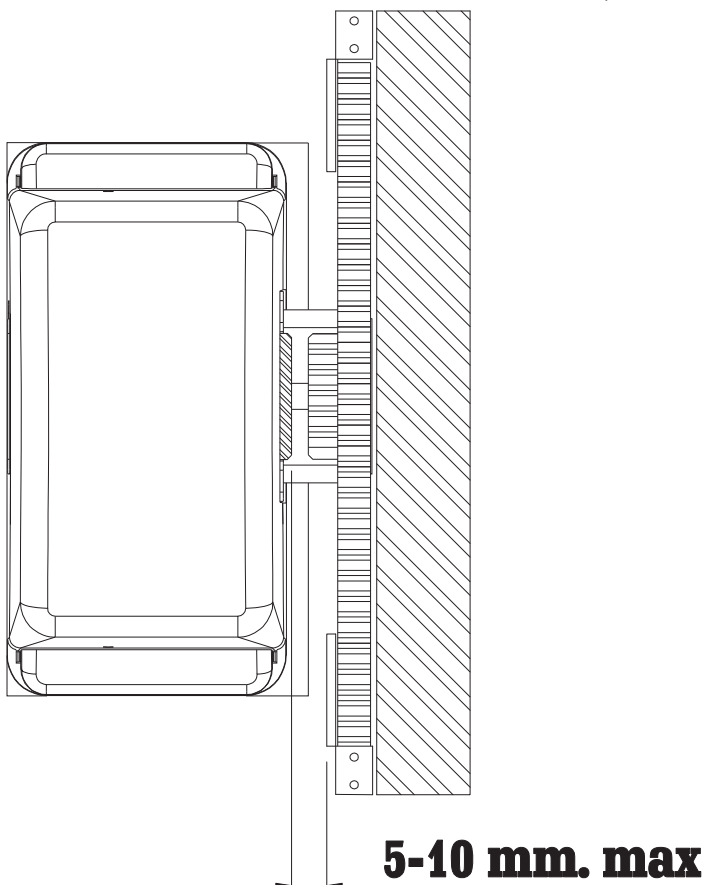

Fig. 11 - Abb. 11
- Bij de FCEVO dient u erop te letten dat elke beugel met de magneten zich dicht genoeg bij de elektronische eindschakelaar bevindt om het stoppen van de motor te waarborgen. **De afstand die moet worden aangehouden tussen magneet en FCEVO moet tussen de 5 en 10 mm liggen. (zie afb. 11)**